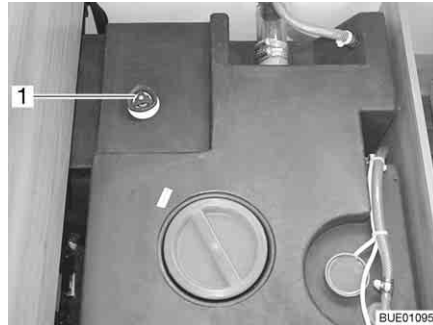

Fig. 150 Réservoir d'eau avec poignée tournante
- Faire tourner à fond dans le sens des aiguilles d'une montre la poignée tournante (Fig. 150,1) située sur le réservoir d'eau.
- Faire tourner la poignée tournante (Fig. 150,1) située sur le réservoir d'eau dans le sens inverse des aiguilles d'une montre jusqu'à ressentir une résistance. L'eau s'écoule, 50 litres restent.